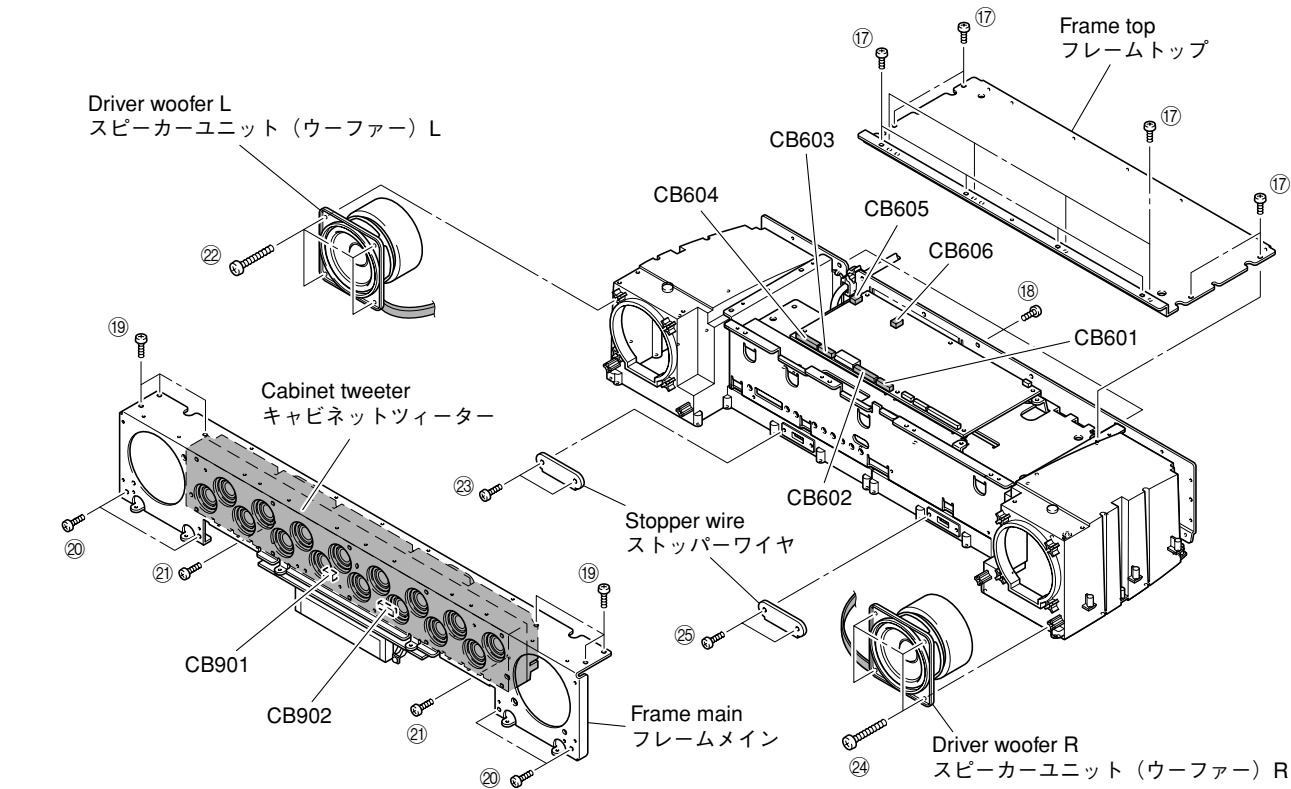

Fig. 12
- Remove 12 screws (17) and 3 screws (18). (Fig. 12)
- Remove the frame top. (Fig. 12)
- Remove 6 screws (19), 4 screws (20) and 2 screws (21). (Fig. 12)
- Remove CB601-604 and CB901-902. (Fig. 12)
- Remove the frame main together with cabinet tweeter. (Fig. 12)
- 17のネジ12本、18のネジ3本を外します。(Fig. 12)
- フレームトップを取り外します。(Fig. 12)
- 19のネジ6本、20のネジ4本、21のネジ2本を外します。(Fig. 12)
- CB601-604、CB901-902を外します。(Fig. 12)
- フレームメインをキャビネットツイーターと一緒に取り外します。(Fig. 12)
- Remove 4 screws (22). (Fig. 12)
- Remove CB605. (Fig. 12)
- Remove 2 screws (23) and then remove the stopper wire. (Fig. 12)
- Remove the driver woofer L. (Fig. 12)
- Remove 4 screws (24). (Fig. 12)
- Remove CB606. (Fig. 12)
- Remove 2 screws (25) and then remove the stopper wire. (Fig. 12)
- Remove the driver woofer R. (Fig. 12)
- 22のネジ4本を外します。(Fig. 12)
- CB605を外します。(Fig. 12)
- 23のネジ2本を外し、ストッパーワイヤを外します。(Fig. 12)
- スピーカーユニット(ウーファー)Lを取り外します。(Fig. 12)
- 24のネジ4本を外します。(Fig. 12)
- CB606を外します。(Fig. 12)
- 25のネジ2本を外し、ストッパーワイヤを外します。(Fig. 12)
- スピーカーユニット(ウーファー)Rを取り外します。(Fig. 12)